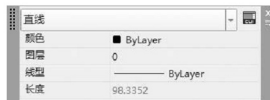

图 2.71 【快捷特性】对话框
(1) 单击状态栏上的【快捷特性】按钮后，在命令行无命令的状态下，单击散水线，出现夹点，【快捷特性】对话框也随之弹出。缺省状态下，【快捷特性】对话框显示有【颜色】、【图层】、【线型】、【长度】等，如图2.71所示。单击右上角的【自定义】按钮，打开【自定义用户界面】对话框，可以勾选【线型比例】、【线宽】等加设到【快捷特性】对话框内。在该对话框内可以查询图层也可以修改图层。